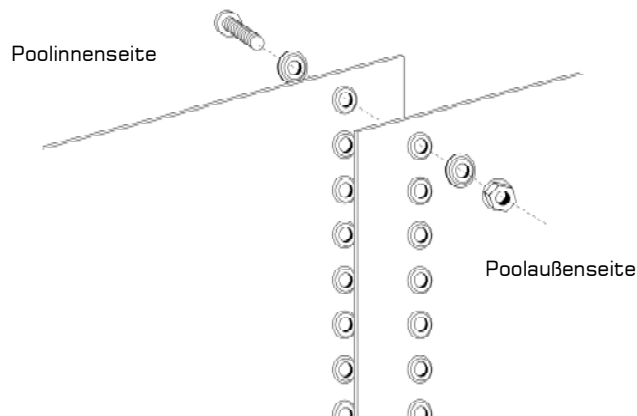

Abb. 8
2. Verbinden der Stahlmantelenden (Abb. 8)
- Verbinden Sie die beiden Enden, indem Sie über der Lochreihe sowohl an der Innen- als auch an der Außenseite eine Versteifungsschiene legen und je eine Schraube und eine Mutter in jedem Loch verschrauben. Der Schraubenkopf gehört an die **Innenseite** des Pools, die Mutter und Beilagscheibe an die **Außenseite** (Abb. 8 und 9). Verwenden Sie sämtliche Schrauben und Muttern, lassen Sie kein Loch leer.